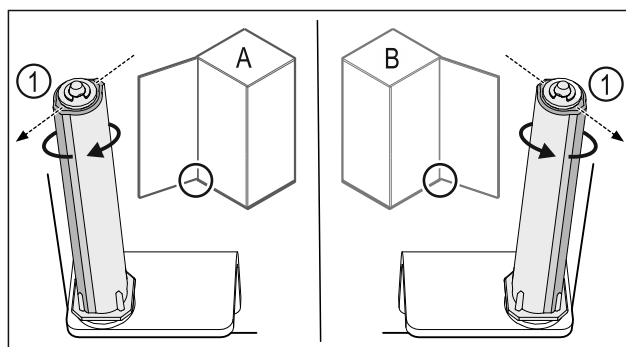

Fig. 57 Tope izquierdo (A) / tope derecho (B)
- Girar el sistema de cierre contra la resistencia hasta que el alma del sistema de cierre Fig. 57 (1) apunte hacia afuera.